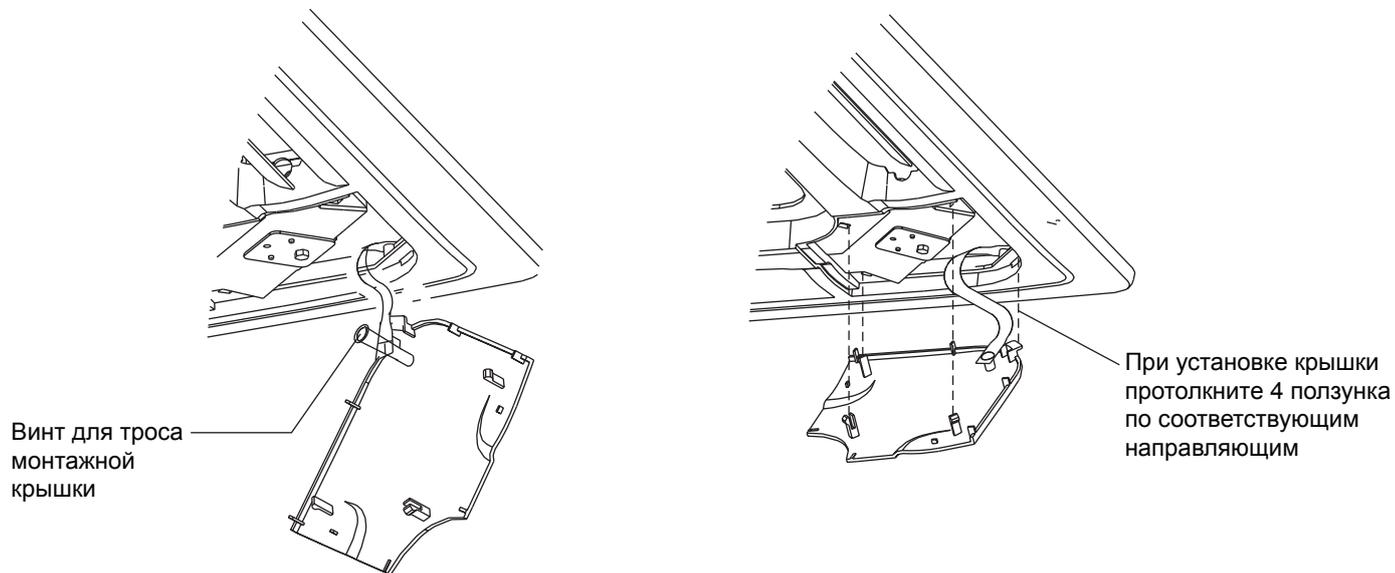

Рис. 5
- а) Закрепите трос монтажной крышки за болт монтажной крышки (см. рис. 5).
- б) Слегка вдавите монтажную крышку в панель (см. рис. 5).